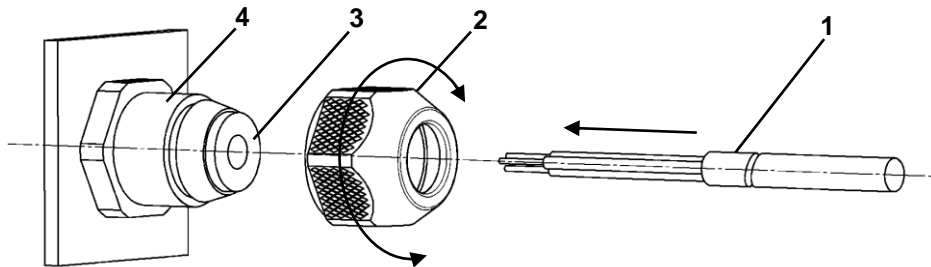

Abbildung 10: Anschluss PG-/Kabelverschraubung
- Führen Sie die Anschlussleitung Pos. 1 durch die Überwurfmutter Pos. 2, die Formdichtung Pos. 3 und den Zwischenstutzen Pos. 4 (Abb. 10).